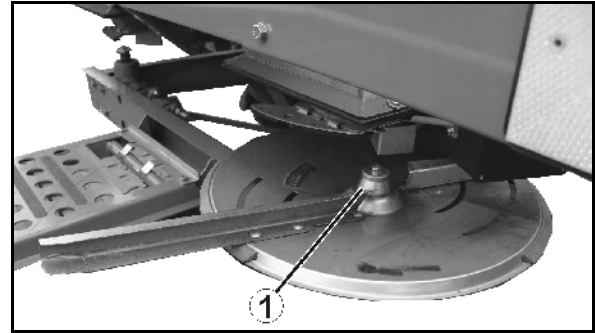

Рис. 59
1. Открутите барашковую гайку (Рис. 59/1).
2. Поверните распределяющий диск таким образом, чтобы отверстие диска $\varnothing 8$ мм было установлено по центру агрегата (Рис. 59).